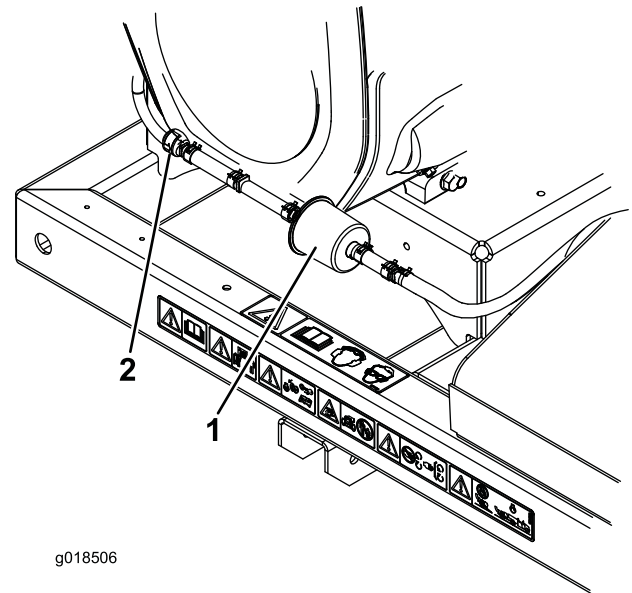

Figure 22
2. Éloignez les colliers à ressort de flexibles situés de chaque côté du filtre à charbon actif du conduit de purge (Figure 22).
3. Déposez le filtre à charbon actif et mettez-le au rebut (Figure 22).
4. Posez un filtre neuf dans le flexible en dirigeant la flèche vers le clapet antiretour et fixez-le en place avec les colliers (Figure 22).